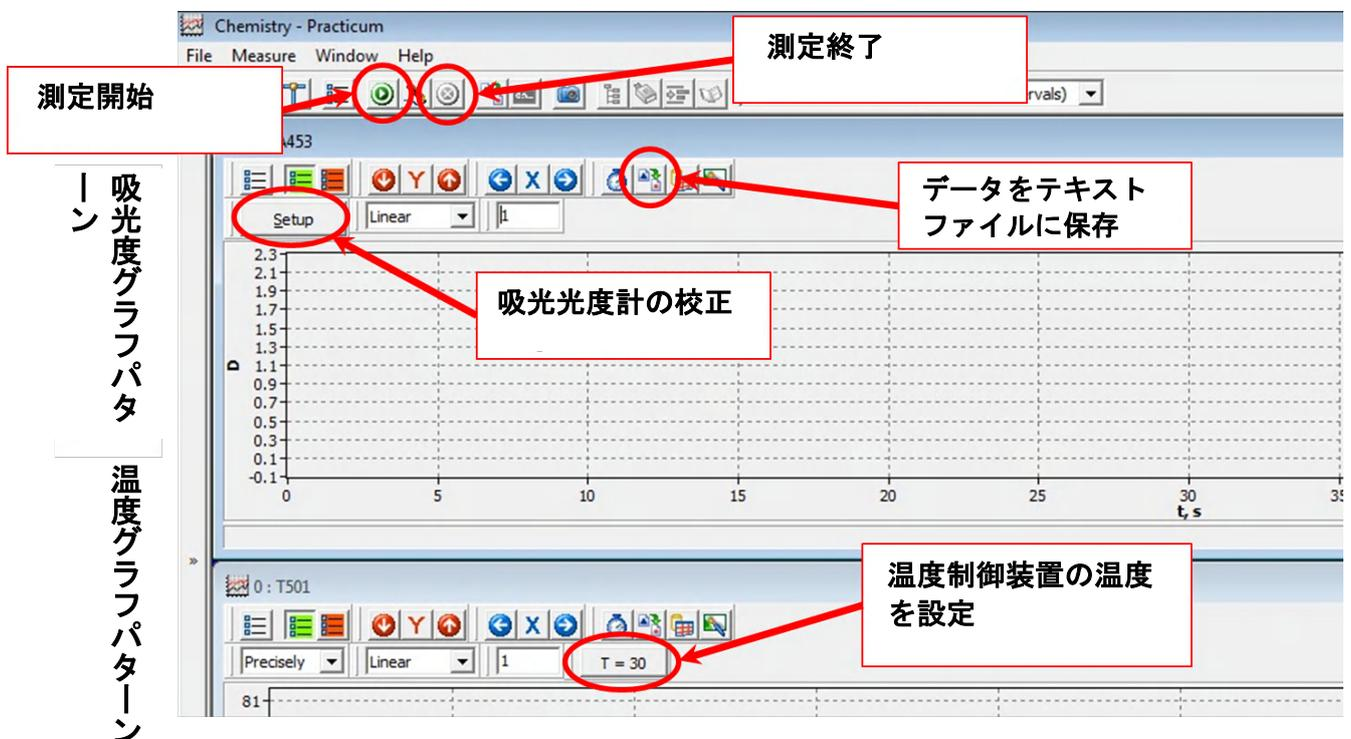

図 6 “Chemistry-Practicum”ソフトウェアのインターフェイス
- 4) 対応するグラフパターン上のメニューバーで、以下のパラメータを設定せよ (図 6)。